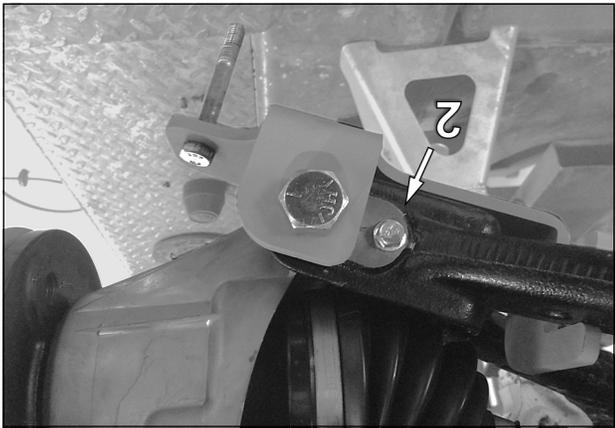

Fig. 9
8. Réinstaller en place le boulon (2), retiré précédemment, pour empêcher toute saleté de se loger dans l'ouverture fileté. Voir Fig. 9